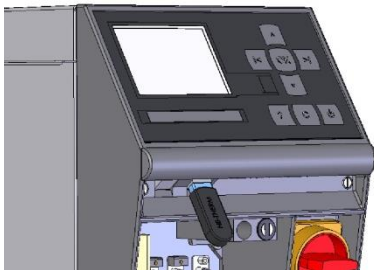

Fig. 53: Conectar el soporte de datos USB
2. Conectar el soporte de datos USB (Fig. 53).